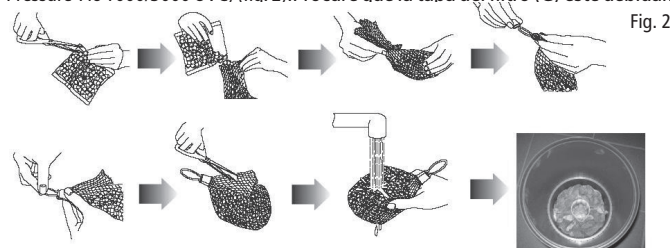

Fig. 2
- Los medios filtrantes biológicos se deben colocar en la caja del filtro, según se indica en la imagen (excepto Pressure-Flo 1000/3000 UVC) (fig. 2). Procure que la tapa del filtro (G) esté debidamente